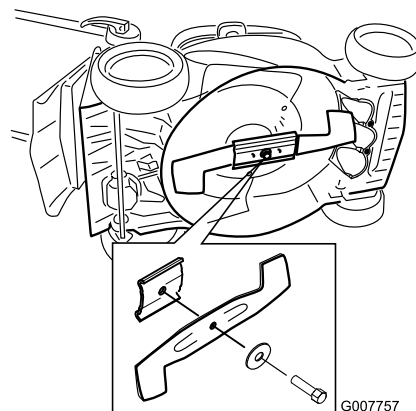

Figura 28
2. Coloque el cortacésped de lado con el filtro de aire hacia arriba (Figura 28).